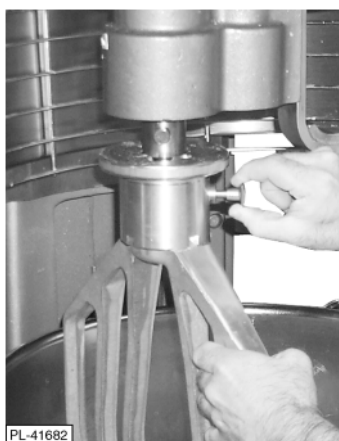

Figure 4.
3. Maintenir l'agitateur et faire sortir le plongeur de l'agitateur (Fig. 4). Faire coulisser l'agitateur pour le sortir de l'arbre de l'agitateur.
4. Placer l'agitateur à l'intérieur du bol, puis le fixer à l'arbre de l'agitateur (Fig. 4, page 54).